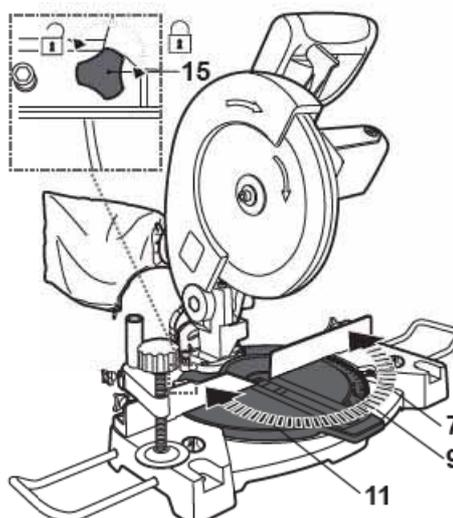

Fig. 10
- > Tournez la table [11] jusqu'à ce que le pointeur [7] indique l'angle souhaité sur l'échelle d'onglet [9] (Fig. 10).